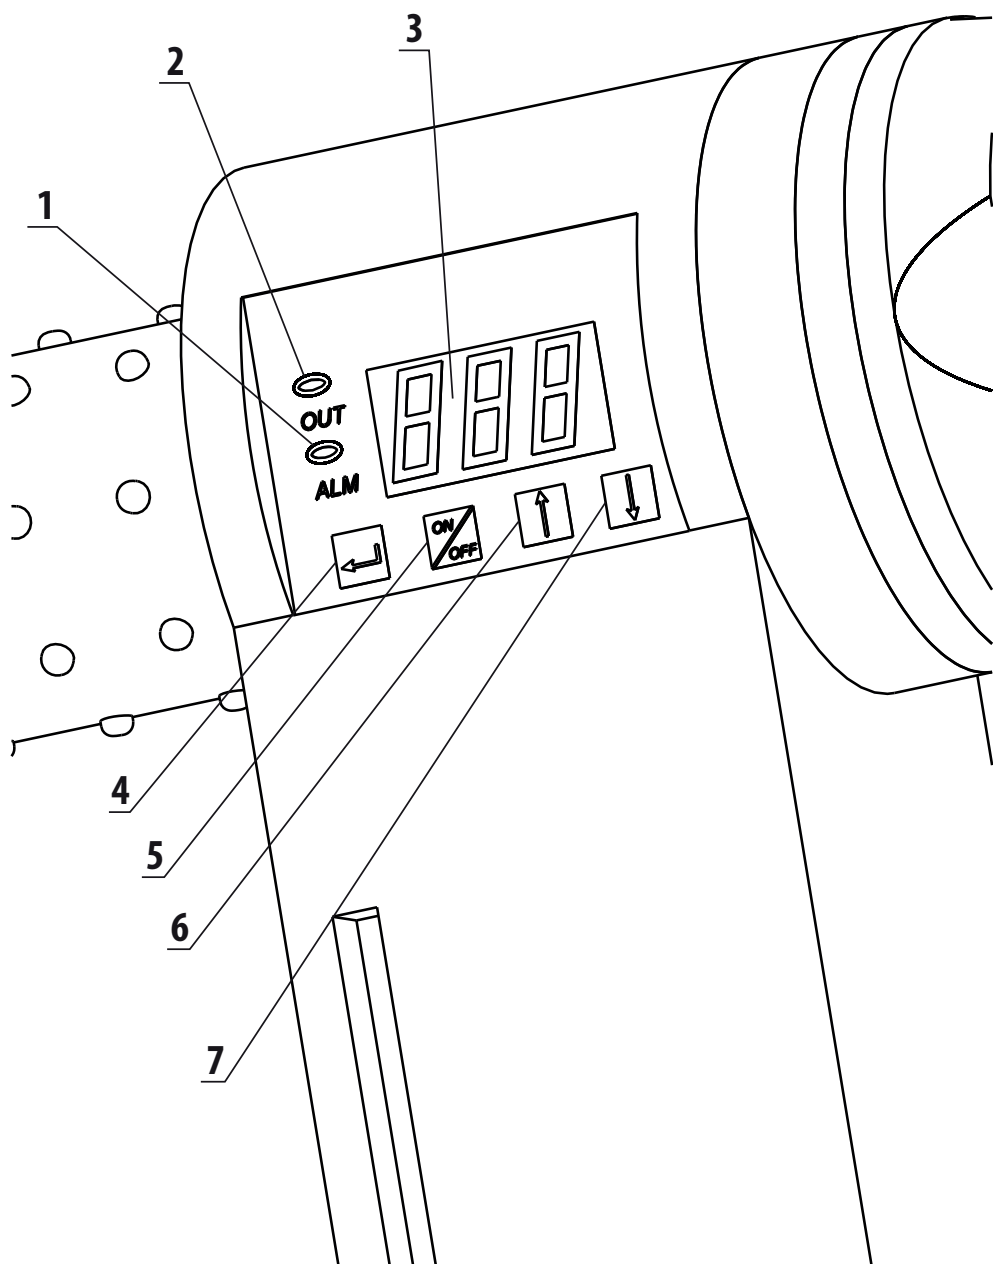

Рис. 4
5.4 На некоторых нагревательных элементах могут быть установлены блоки управления для задания и регулирования температуры нагрева (Рис.4).